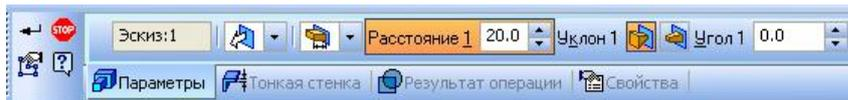
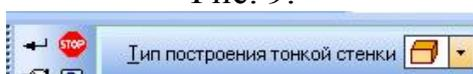

Рис. 9.
Рис. 10.
11. В строке параметров для операции выдавливания выберите следующие параметры: прямое направление, на расстояние, величина расстояния 20 мм, угол наклона 0 (рис. 9), тип построения тонкой стенки – нет (рис. 10).